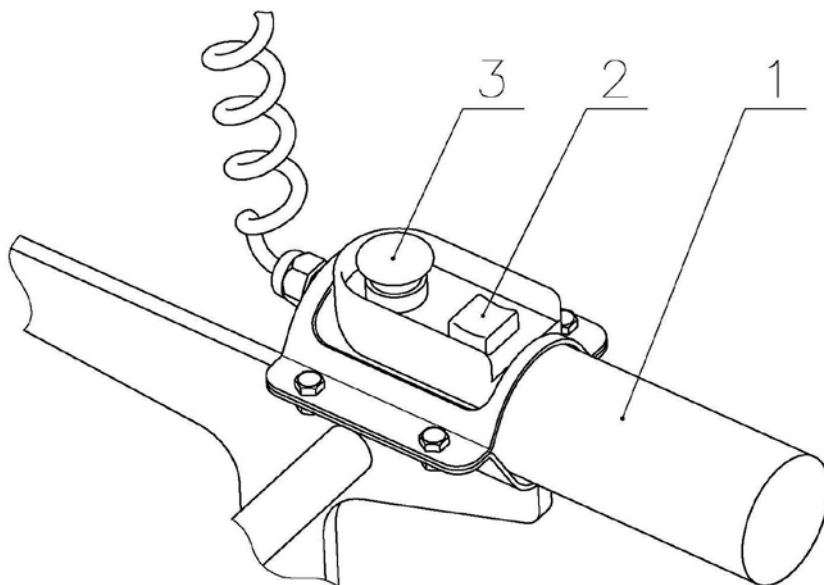

Рис.2. Пульт управления лебёдкой
Пульт управления лебёдкой (рис. 2) состоит из корпуса 1, в который вмонтированы кнопка «Подъём/Опускание» 2 и кнопка «Общий стоп» 3.
6. К вилам крепят пульт управления лебёдкой (см. рис. 2).